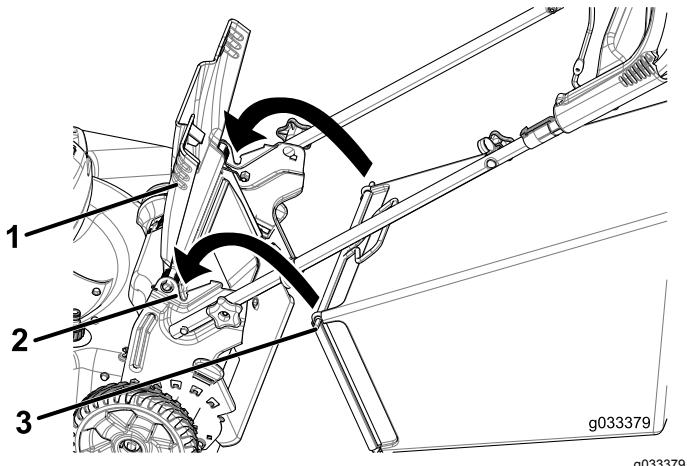

Figura 22
1. Sollevate il deflettore posteriore e tenetelo sollevato (Figura 22).
2. Montate il cesto di raccolta, accertandovi che i suoi perni siano inseriti nelle tacche presenti sulla stegola (Figura 22).